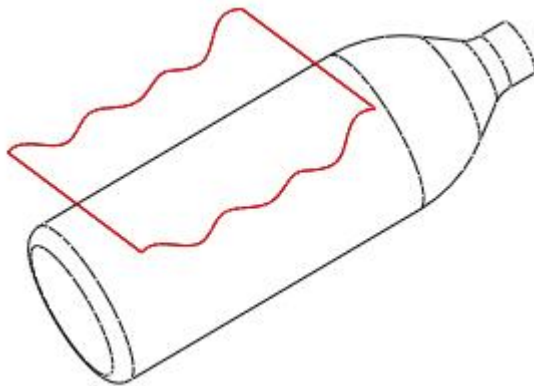

图 3-207
- (5) 单击草绘命令工具栏中的按钮，完成拉伸截面的绘制，单击特征操控板中的按钮，完成拉伸曲面特征建立，如图 3-207 所示。